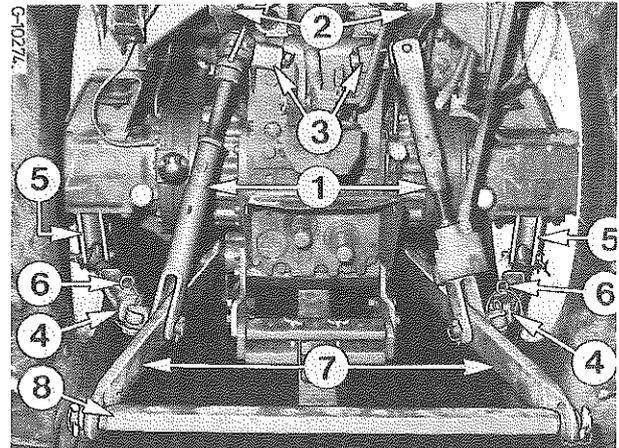

Figure 36 - Attelage 3-points avec barre d'attelage verrouillée horizontalement et verticalement.
Fixez les tringles de relevage (1, Fig. 36) dans les supports (3) pour obtenir un réglage vertical rigide de l'attelage.